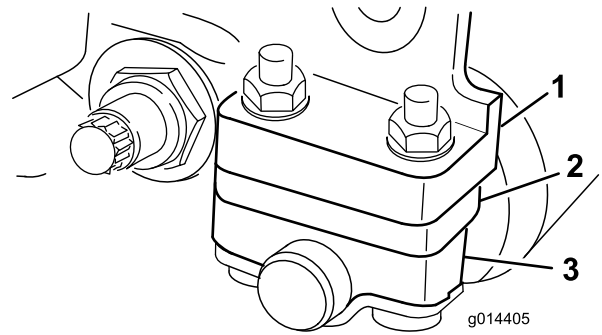

Figure 7
1. Réglez les supports du rouleau arrière à la plage de hauteur de coupe voulue en plaçant le nombre correct d'entretoises sous la bride de fixation de la plaque latérale (Figure 7) en vous reportant aux Tableaux de sélection des hauteurs de coupe et des contre-lames (page 12).